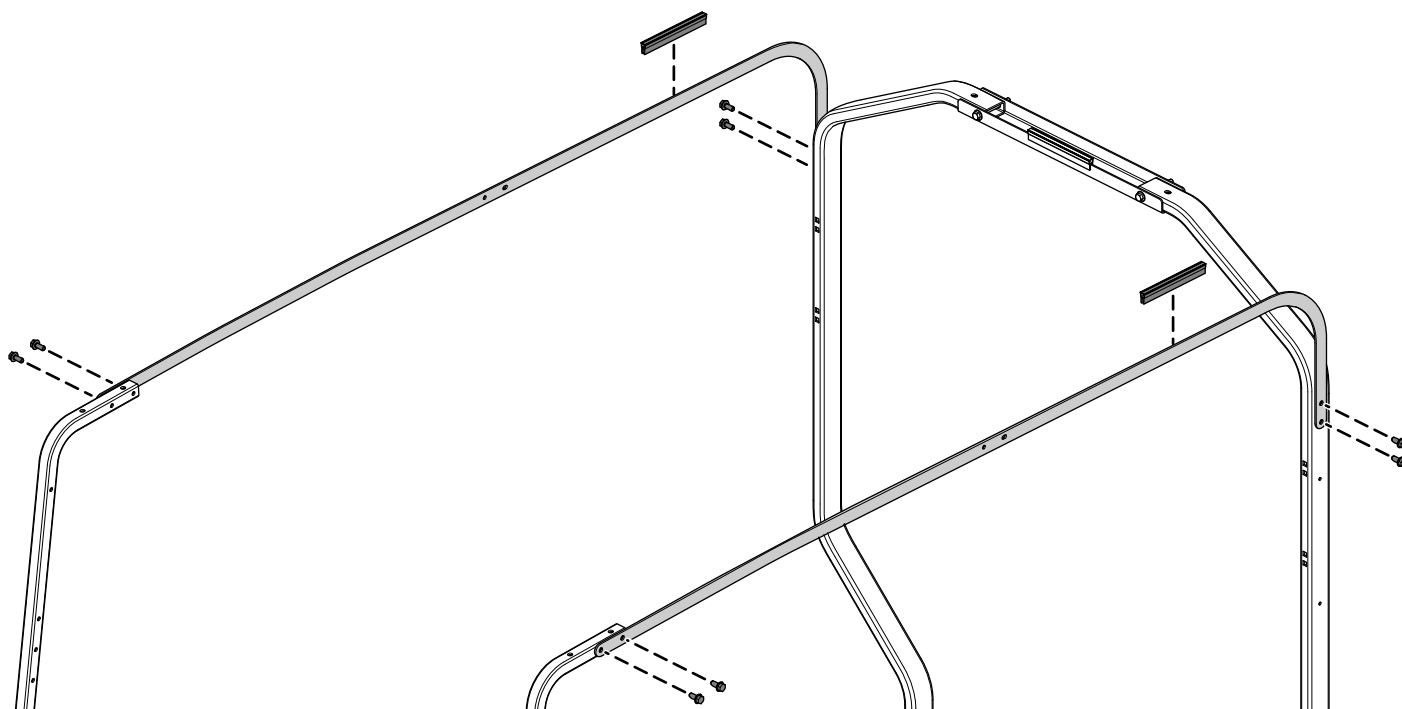

Рисунок 14
1. Прикрепите 2 длинных опорных кронштейна навеса к передним и задним монтажным трубам с помощью 8 болтов с шестигранными головками с буртиками (5/16 x ¾ дюйма), как показано на Рисунок 14.
2. Установите 2 ленточных уплотнения на 2 длинных опорных кронштейна навеса (Рисунок 14).